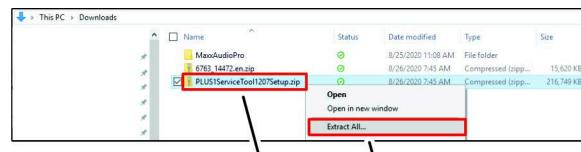

Figura 19
1. Abra la carpeta Descargas en el ordenador portátil, haga clic con el botón derecho en el enlace PLUS1ServiceTool1207Setup.zip, y haga clic en Extraer todos... en el menú desplegable (Figura 19).